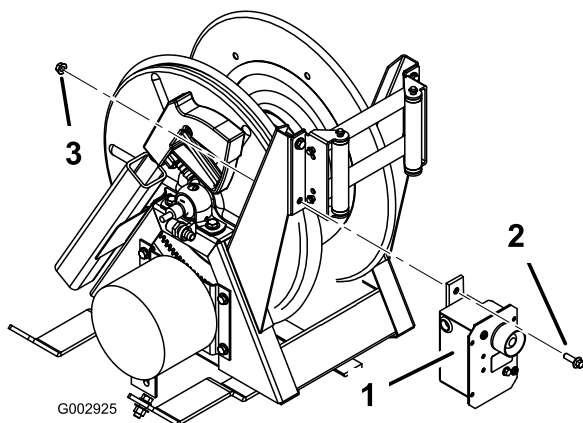

Figura 6
6. Desmonte e inutilize o perno e a porca do suporte do rolete interior inferior na bobina de tubagem, e instale a caixa eléctrica nesse mesmo orifício (Figura 6), recorrendo a um perno com cabeça de flange (5/16 x 1 polegada) e a uma porca flangeada (5/16 polegada).